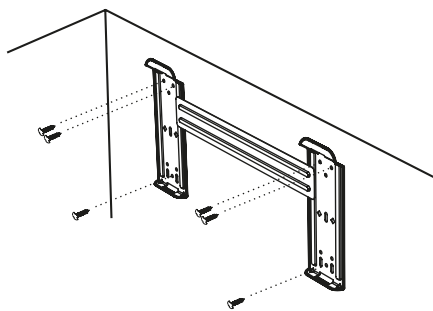

Рисунок 3
- Расположите металлическую монтажную панель внутреннего блока на стене в соответствии с рис. 3.